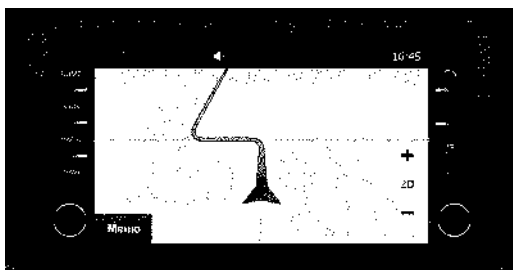

Рис. 3. 18. Отображение информации навигационной системы Navitel на экране ММС
Информация навигационной системы отображается на сенсорном экране ММС (рис. 3. 18).
-блок интерфейса пользователя (БИП) с кнопкой «SOS» 3 (рис. 3. 23) находящийся на внутренней части крыши салона;